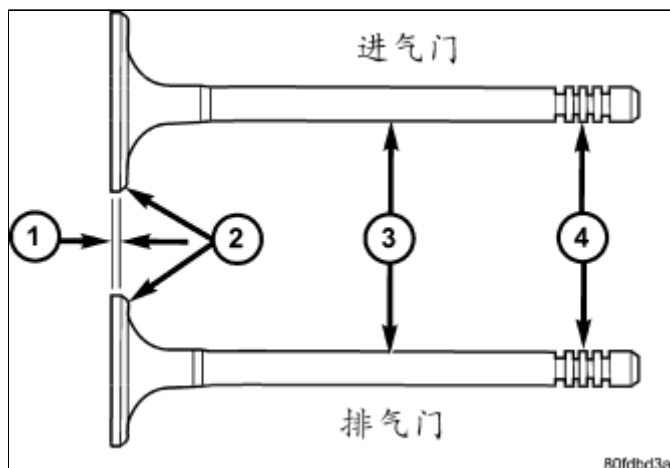

图 1 进气和排气门
2. 测量气门杆是否磨损(图 1)。 关于气门的技术参数， （参见9-发动机-技术参数）。
注意: 气门杆经过镀铬处理，不应抛光(图 1)。